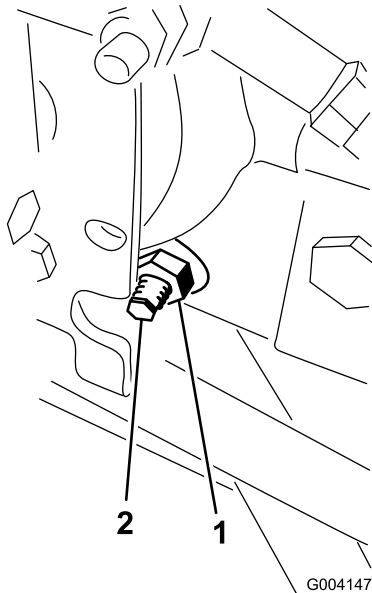

Figura 82
3. În partea dreaptă a hidrostatului, slăbiți contrapiulița camei de reglare a traciunii (Figura 82).